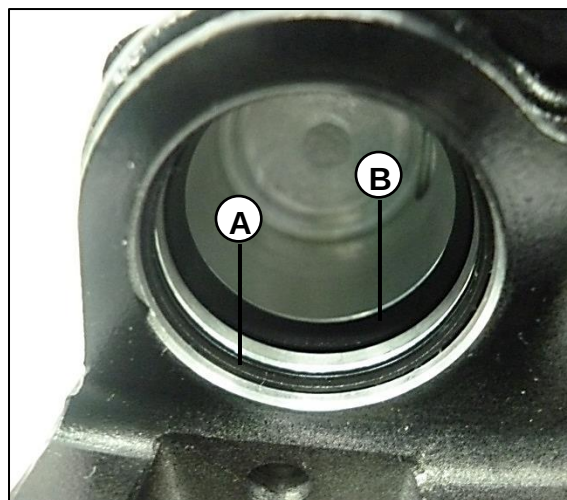

Fig. 22
Retire los guardapolvos (A) y retenedores (B). Utilice un desarmador de pala 3.5 mm, tenga especial cuidado de no dañar estos elementos ni la superficie por donde se desliza el pistón dentro de la mordaza. **Fig. 22**